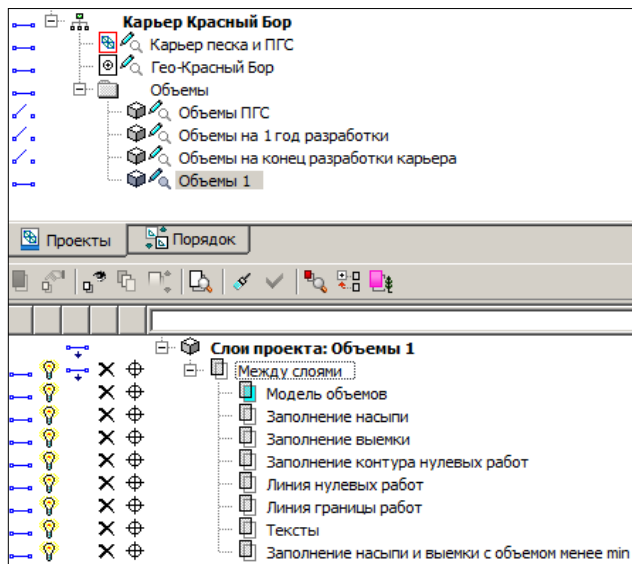

Рис. 7.3
После выполнения расчета объемов с помощью любой из команд создается проект **Объемы**. Все данные проекта разнесены по слоям с соответствующими названиями (рис. 7.3). Слой с поверхностью **Модель объемов** содержит данные по поверхности рассчитанной модели объемов. Рабочие отметки в этом слое представляют разницу абсолютных отметок между проектной и исходной поверхностями, которые были выбраны для расчета. В проекте также содержатся данные по насыпям и выемкам (соответствующим образом отображенные на экране), по линиям границ работ, а также по текстовой информации результатов расчетов и т.д.
- В результате расчета создается новый проект **Объемы 1** (рис. 7.3).
именем **Объемы**, который при желании можно удалить (рис. 7.3). Для объектов, выполненных в более ранних версиях системы, можно изменить структуру проектов, затем удалить пустой узел.